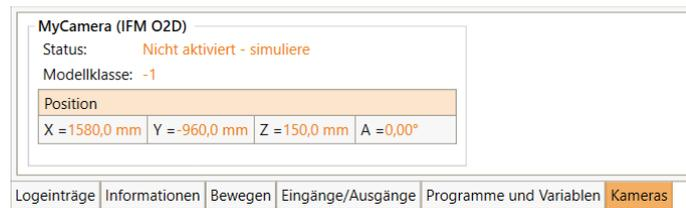

Abbildung 33: Kamera-Statusbereich
- CRI-Schnittstelle: Das Bild wird über, die Ethernet-Schnittstelle an iRC übertragen und kann dort im Kamera-Statusbereich beobachtet werden (s. Abb. 33).